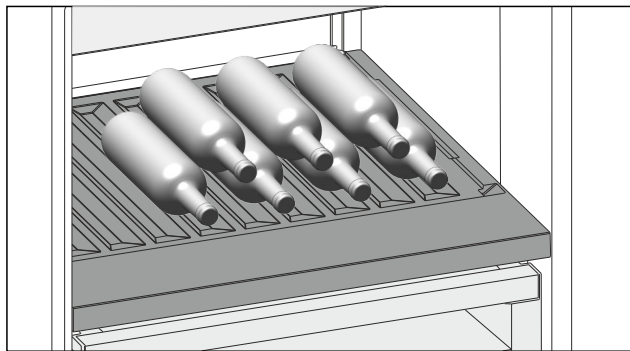

Fig. 165 Shembull ilustrues
- Shtrihi shishet me fundin të drejtuar në faqen e pasme të frigoriferit. (shihni Fig. 165)